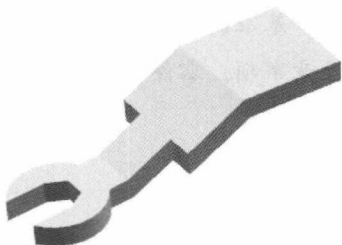
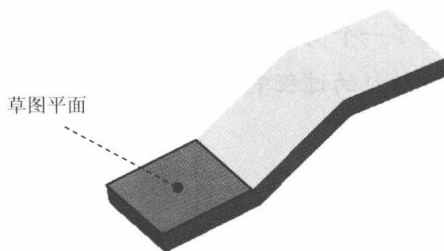

图 1.4 拉伸特征 2
图 1.5 草图平面
Step3. 创建图 1.4 所示的拉伸特征 2。选择下拉菜单**插入(I)** → **设计特征(F)** → **拉伸(E)...** 命令(或单击**拉伸**按钮);单击“拉伸”对话框中的“绘制截面”按钮,系统弹出“创建草图”对话框,选取图 1.5 所示的面为草图平面,选中**设置**区域的